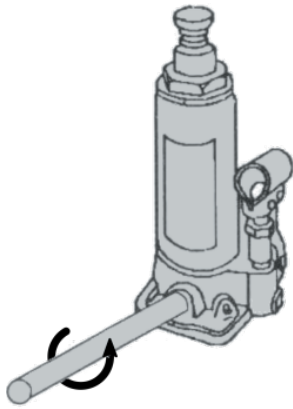

Bild 2: Öffnen des Ablassventils
- Öffnen Sie das Ablassventil, indem Sie das Ende des Pumphebels mit den Aussparungen auf den Knebel des Ablassventils stecken und langsam (maximal eine Umdrehung) gegen den Uhrzeigersinn drehen (Bild 2).
- Öffnen Sie das Ablassventil, indem Sie das schmale Ende des Pumpehebels auf den Vierkant des Ablassventils stecken und langsam (maximal eine Umdrehung) gegen den Uhrzeigersinn drehen (Bild 2).